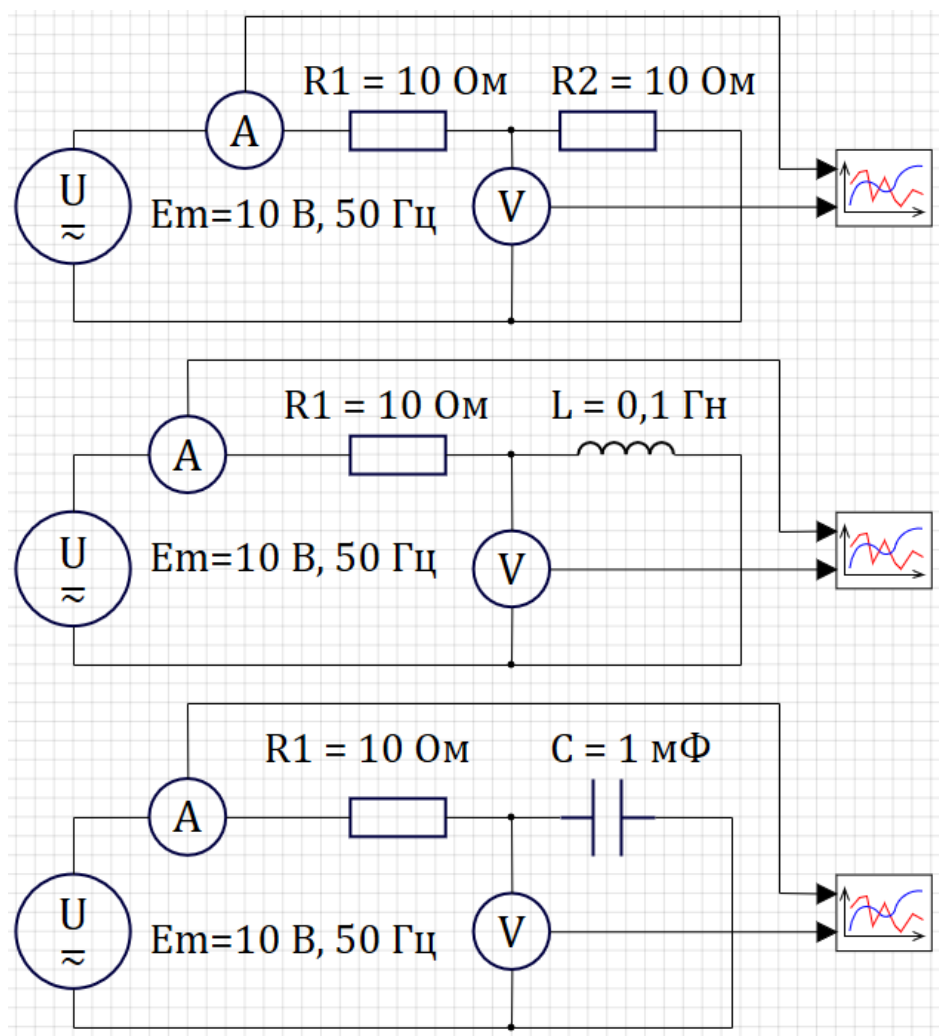
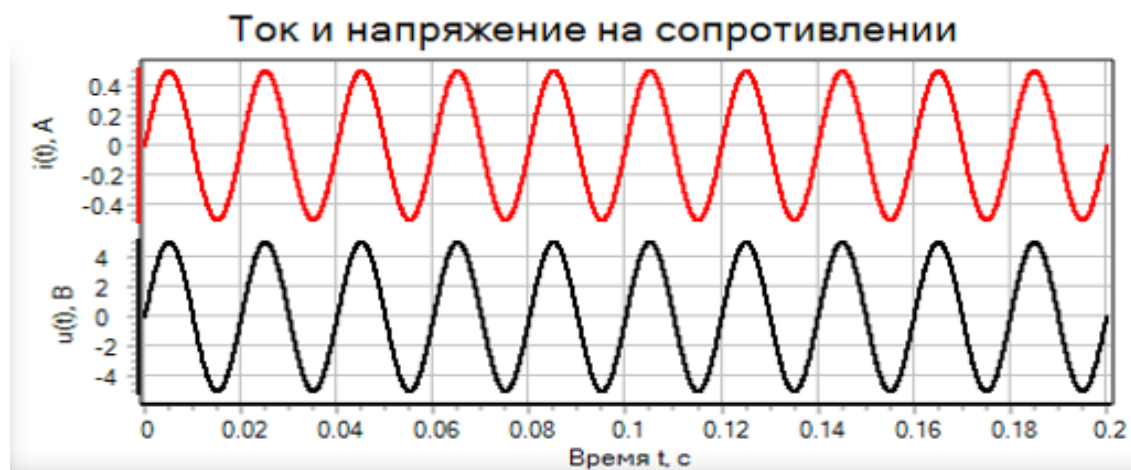

Рис. 6.8
Рис. 6.9
9. Последовательно смоделировать в системе SimInTech схемы, приведенные на рис. 6.8, используя элементы из библиотек ЭЦ – Динамика и Вывод данных.
На рис. 6.9–6.11 приведено содержимое графических окон **Временной график** для схем, приведенных на рис. 6.8.
13. Определить для схемы рис. 6.8 в окне **Свойств** на закладке **Параметры**: